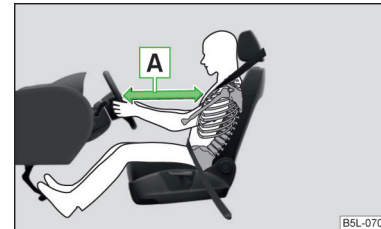

Abb. 10
■ Für den Fahrer und Beifahrer ist es wichtig, einen Abstand von mindestens 25 cm zum Lenkrad bzw. zur Schalttafel einzuhalten » Abb. 10 - **A**. Wenn Sie diesen Abstand nicht einhalten, kann Sie das Airbag-System nicht schützen - Lebensgefahr! Die Vordersitze müssen immer der Körpergröße entsprechend richtig eingestellt sein.